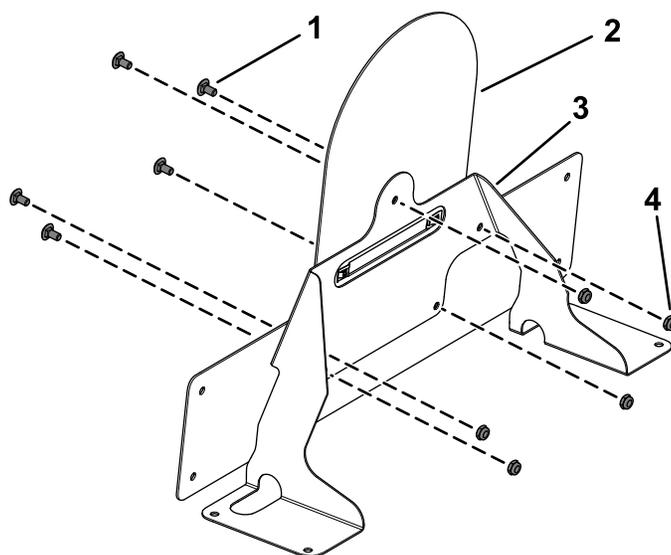

Figura 27
7. Fije el bastidor de la placa de velocidad en el bastidor del marcador con 5 pernos de cuello cuadrado (1/4" x 1/2") y 5 contratuercas (1/4"), tal y como se muestra en la Figura 27.